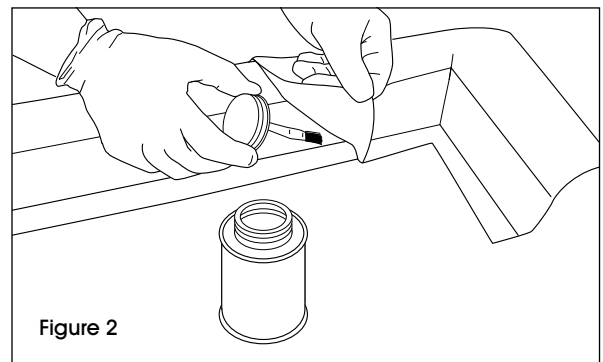

Figure 2
- a. Fixation des coins : Appliquez de la colle vinylique sur le revêtement en vinyle intégré de la section de coin et de l'extrémité de la section droite. Fixez les deux pièces et exercez une pression (pendant environ 30 secondes). (Voir Figure 2)